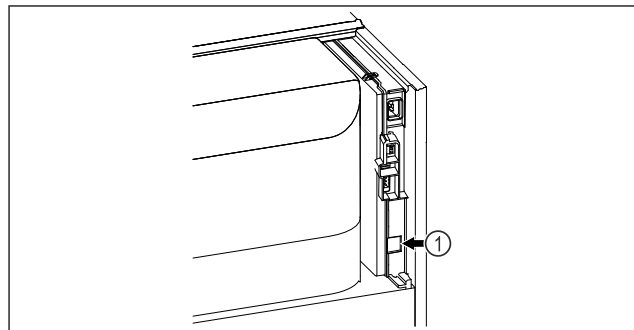

Fig. 146
- SmartModule Fig. 146 (1) установлен.